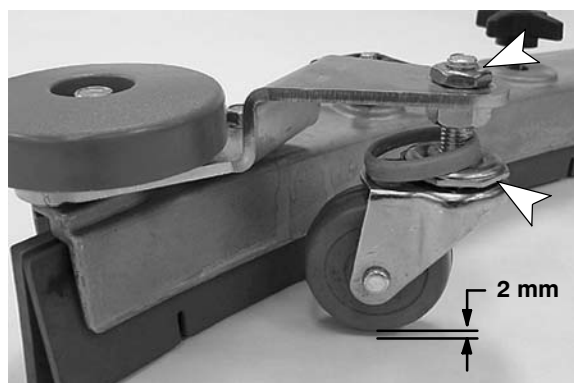

FIG. 61
1. Pour vérifier le bon réglage du bloc de racloir, retirez le bloc de racloir de la machine et placez-le sur une surface égale. Mesurez la distance entre la roulette et la surface. Cette distance doit être environ 2 mm (Figure 61).
2. Pour régler la hauteur de roulette, desserrez l'écrou supérieur et retirez le carter en plastique du roulement pour accéder à l'écrou de réglage. Tournez l'écrou de réglage jusqu'à ce que vous obteniez le bon réglage (Figure 61). Après le réglage, resserrez l'écrou supérieur et remplacez le carter en plastique du roulement. Répétez l'opération pour l'autre roulette.